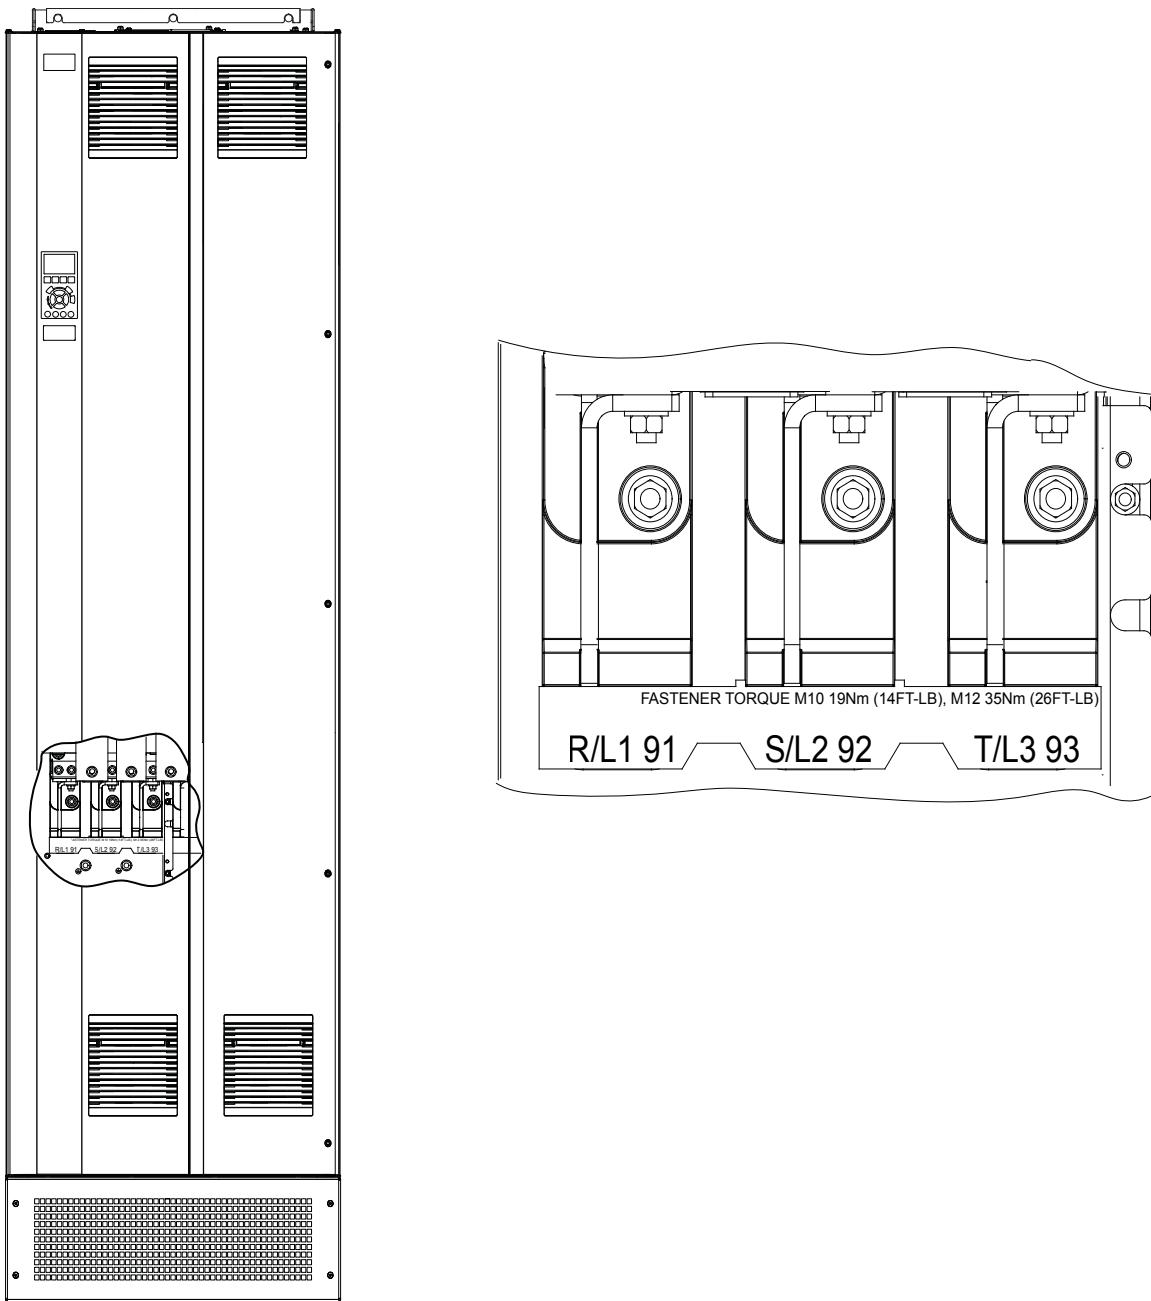

Рисунок 5.4 Клеммы подключения сети пер. тока (показан корпус E1h) Детальный вид расположения клемм см. в глава 5.7 Размеры клемм
4. Подключите проводку трехфазной сети переменного тока к клеммам R, S и T (см. Рисунок 5.4).